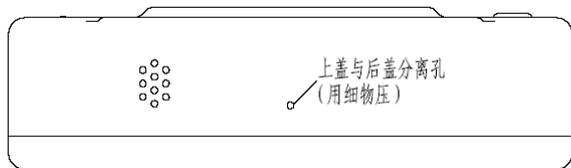

图2
4.1.1 上盖与后盖拆分方法如图2,用硬细物穿进上盖与后盖分离孔,按压可分开上盖与后盖。